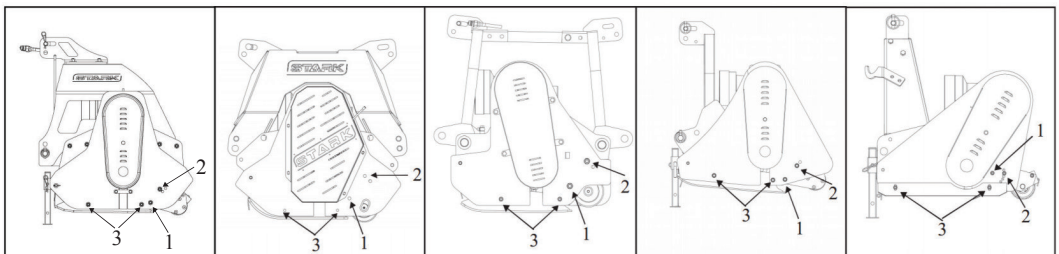

Abb. 6. Einstellen der Schnitthöhe
Der Mäher ist angepasst in Normalstellung für eine Schnitthöhe von 30 mm. Schachtkopierung Schrauben und Seiten Gleitplatten werden verwendet, um die Schnitthöhe einzustellen. Zur Einstellung der Schnitthöhe, Schraube (1) lösen und Schrauben (2) abschrauben auf beiden Seiten (Abb. 6).